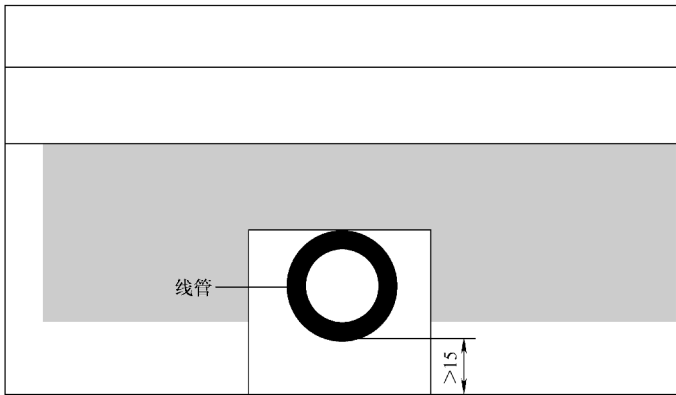

图 4-18 线槽深度要求
① 在使用切割机之前,可以先将画线部分用水进行浇灌,使墙面潮湿;在开始切割时,一边切割一边向切割位置注水,此时应注意,不要让水流入切割机中造成短路,而烧毁切割机,并且注意切割机的电线要与切割机的砂轮保持距离,避免将电线切断。
② 使用锤子和凿子进行细凿,即用切割机将需要去除部分凿下来,使线槽内整齐无突起,并且保证线槽的深度能够容纳线管和线盒,其深度一般要求线管埋入墙体抹灰层的厚度大于15mm。如图4-18所示。
③ 使用冲击钻将一些很难细凿下来的部分去除并清理干净,以保证线管和线盒的安装。